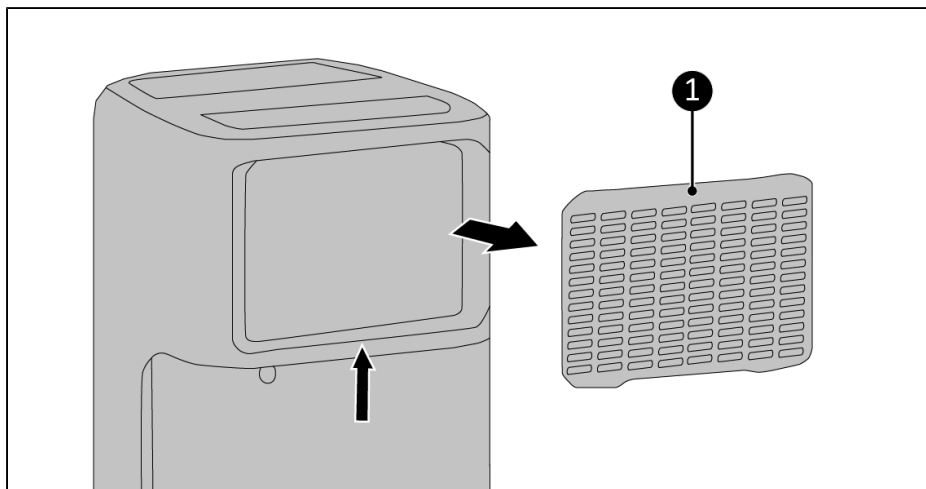

Figure 42.
2. Retirez le filtre (Figure 42, pos. 1).